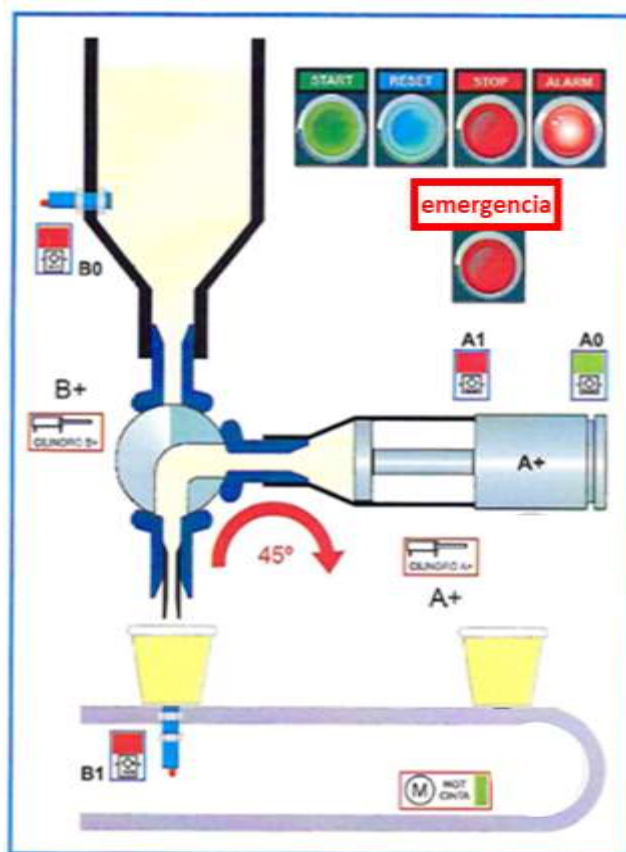

figura-1
- diseña el automatismo para el llenado de producto por dosificadora (figura-1)